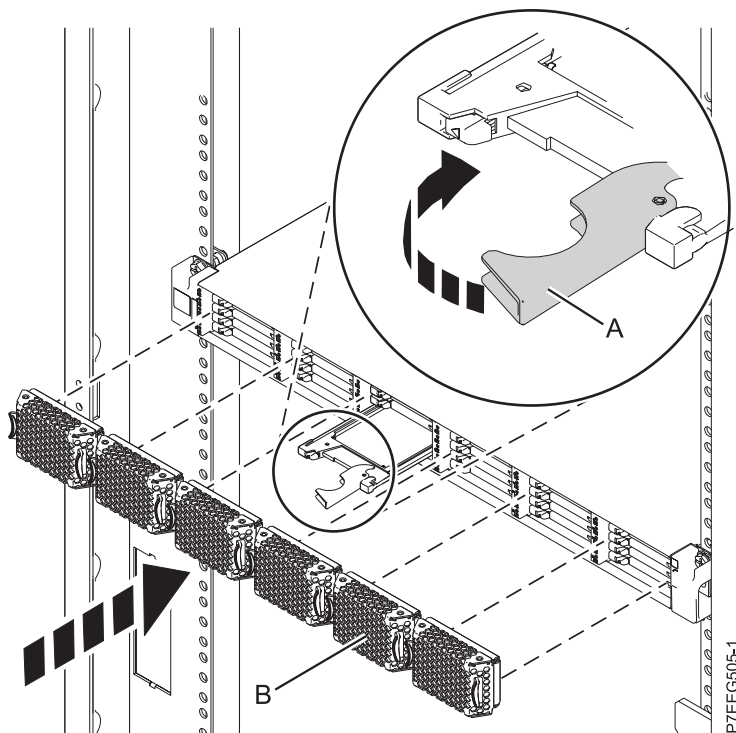

Figura 4. Instal·lació d'una unitat d'estat sòlid a Allotjament d'emmagatzematge EDR1 PCIe
1. Amb la nansa en posició desbloquejada, alineu la unitat d'estat sòlid amb les guies de l'allotjament. Consulteu Figura 4 a la pàgina 12.
5. Gireu la nansa (A) fins a la posició de bloqueig.
6. Instal·leu la tapa bisellada (B).